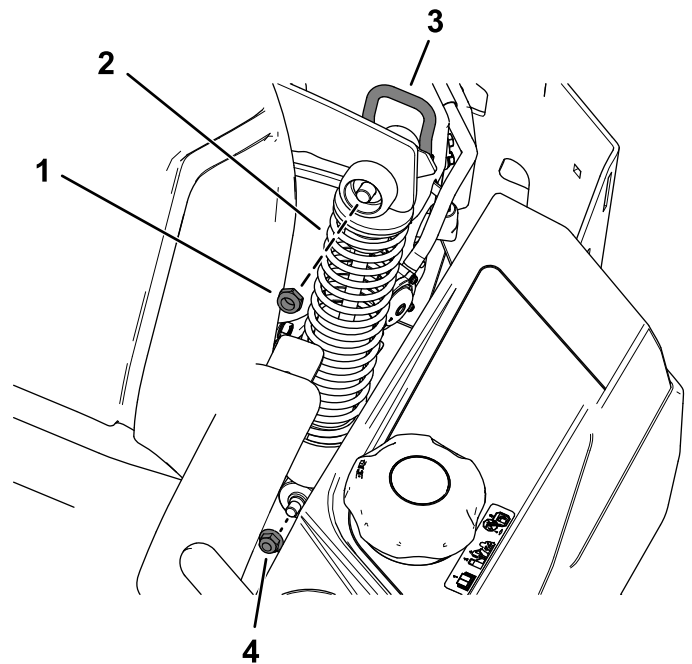

Bild 1
1. Entfernen Sie die Nockensicherungsmutter ($\frac{1}{2}$ "), mit der die vorhandene hintere Feder befestigt ist (Bild 1).
2. Entfernen Sie die Bundmutter ($\frac{3}{8}$ "), mit der die Unterseite der vorhandenen hinteren Feder befestigt ist (Bild 1).
3. Entfernen Sie die vorhandene hintere Feder (Bild 1).
1. Montieren Sie die neue hintere Feder mit der vorher entfernten Nockensicherungsmutter ($\frac{1}{2}$ ") und der Bundmutter ($\frac{3}{8}$ "), wie in Bild 1 abgebildet.